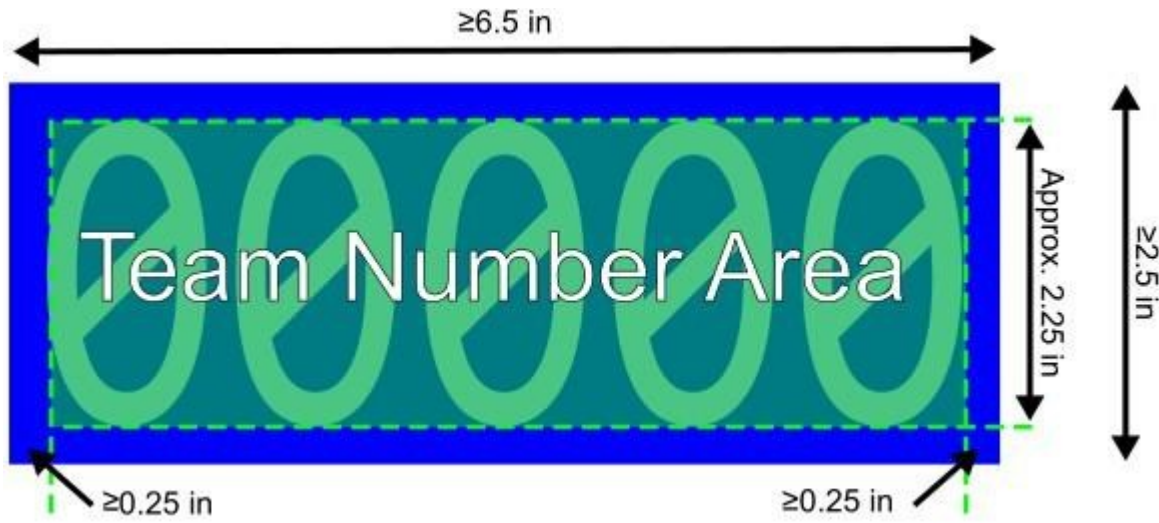

図 12-7 チーム番号 ROBOT SIGN の寸法 (原文 Figure 12-7)
- C. 高さが 2.5 インチ (63.5 mm) 以上であること (図 12-7)
R402 *ROBOT SIGN で ALLIANCE を示すこと。 各 ROBOT SIGN には、大会の MATCH スケジュールで割り当てられた ALLIANCE の色を示すため、6.5 in. × 2.5 in. (165.5 mm × 63.5 mm) 以上の大きさで、赤または青の不透明な単色の長方形を含めなければならない (図 12-7)。ロボットに取り付けた状態の ROBOT SIGN 上に見える表示のうち、次のもの以外は禁止する。
R403 *ROBOT SIGN のチーム番号。 チーム番号は、図 12-7、図 12-9、図 12-10 に示すとおり ROBOT SIGN 上に表示・配置し、さらに次の条件を満たさなければならない。